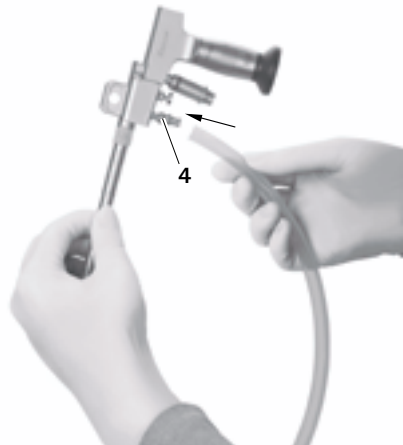

Abb. 20
- Spülschlauch mit Spülanschluss **4** verbinden, siehe Abb. 20.